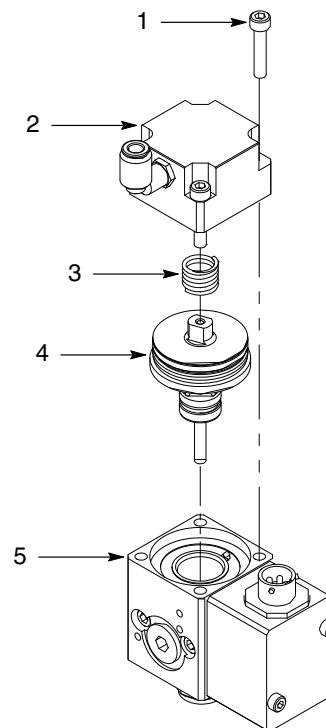

Figure 8 Remplacement type de la cartouche d'étanchéité de la vanne de sortie
1. Voir la figure 8. Retirer les vis (1) qui fixent le capuchon du cylindre pneumatique (2) au corps (5).
2. Retirer le ressort (3) de la cartouche d'étanchéité (4).
3. Extraire la cartouche d'étanchéité (4) du corps (5) à l'aide d'un petit tournevis.
4. Installer la cartouche d'étanchéité (4) neuve dans le corps (5).
5. Poser le ressort (3) sur le dessus de la cartouche d'étanchéité (4).
6. Monter le chapeau du cylindre pneumatique (2) sur le corps (5) à l'aide des vis (1). Serrer fermement les vis.